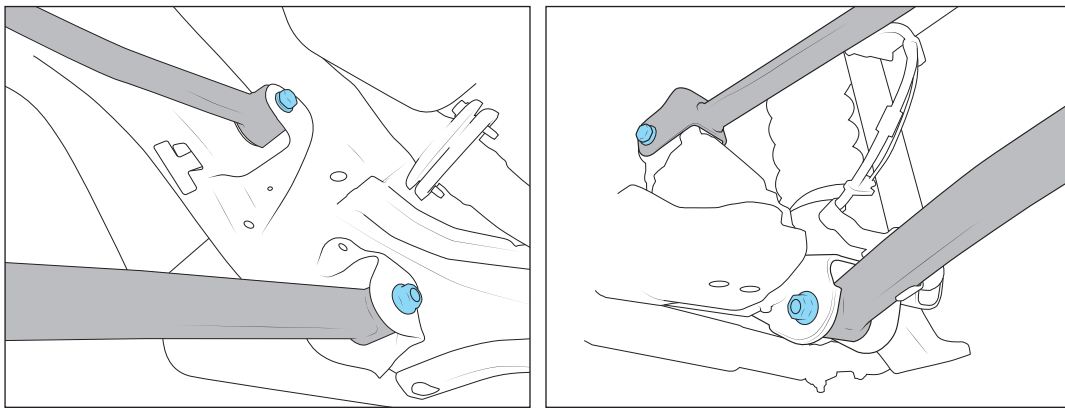

Abbildung 11: Rahmenseite (links) Achsseite (rechts)
2. Alle 8 Längslenkerschrauben lösen, aber NICHT entfernen (Abb. 11).